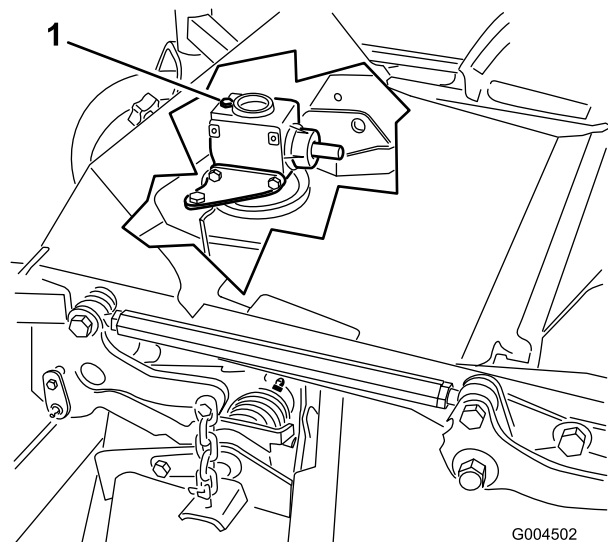

Figure 65
6. Retirez le bouchon de remplissage-jauge au sommet du boîtier d'engrenages et vérifiez que le niveau de lubrifiant se situe entre les repères sur la jauge (Figure 65).
6. Retirez le bouchon de remplissage-jauge au sommet du boîtier d'engrenages (Figure 65).